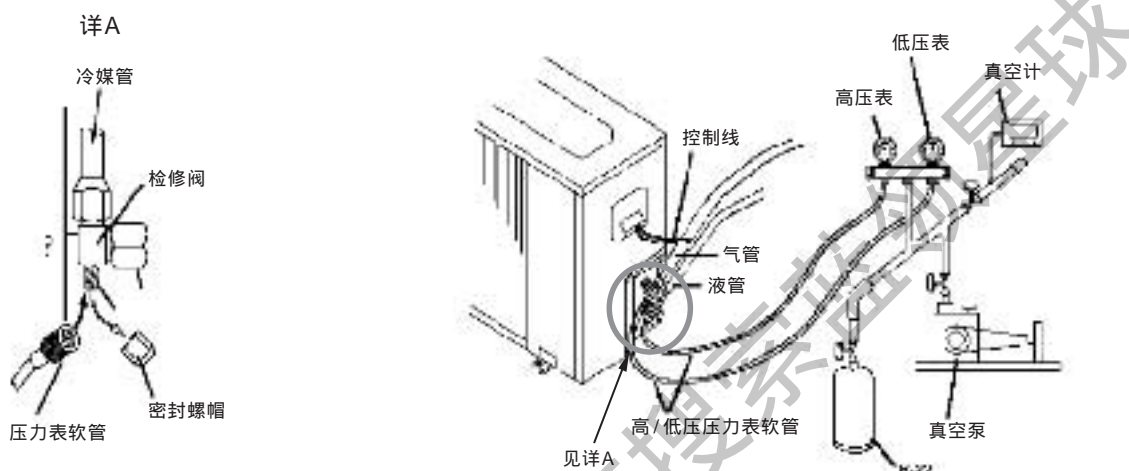

图20
1. 拆下阀帽, 用辅助管将充注口与测压仪和真空泵连接(见图20)。